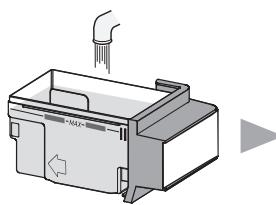

Figura 2
Tras la cocción, extraiga primero la bandeja de vapor. Consulte la Figura 2. Tenga cuidado con el exceso de agua en la bandeja de vapor, se recomienda que la coloque directamente sobre un plato plano o bandeja para evitar salpicaduras. Antes de extraer la bandeja de cristal, asegúrese de que esté fría. Tenga en cuenta que puede haber agua en la bandeja de cristal, por lo tanto ponga especial precaución al extraerla.
3. Cada vez que empiece a cocinar, abra la tapa y llene el depósito de agua con **agua del grifo fresca y fría hasta la marca MAX.** (Figura 2) No llene el depósito de agua por encima de la marca MAX.